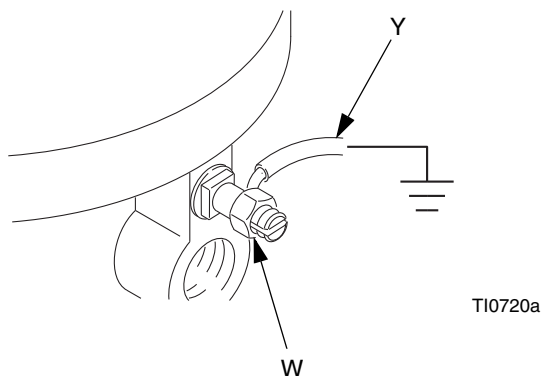

FIG. 1. Fio terra
Bomba: use um fio terra e uma abraçadeira (Y). Consulte FIG. 1. Solte a contraporca (W) e a arruela do borne de aterramento. Introduza uma extremidade do fio terra na ranhura do borne e aperte a contraporca com firmeza. Conecte a abraçadeira de aterramento a uma ligação à terra verdadeira. Encomende o N° de peça 237569, Fio terra e abraçadeira.